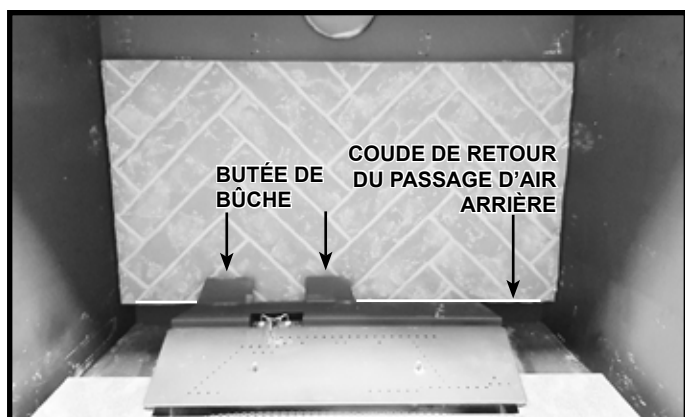

Figure 11.1 Installation du panneau réfractaire arrière
1. Repérez le panneau réfractaire arrière et tournez-le de manière à ce que les lignes de jointoiement s'alignent sur les lignes de jointoiement des panneaux latéraux une fois installés. Installez le panneau réfractaire arrière comme indiqué à la figure 11.1. Placez-le avec précaution sur le coude de retour du passage d'air arrière, derrière la butée de la bûche.